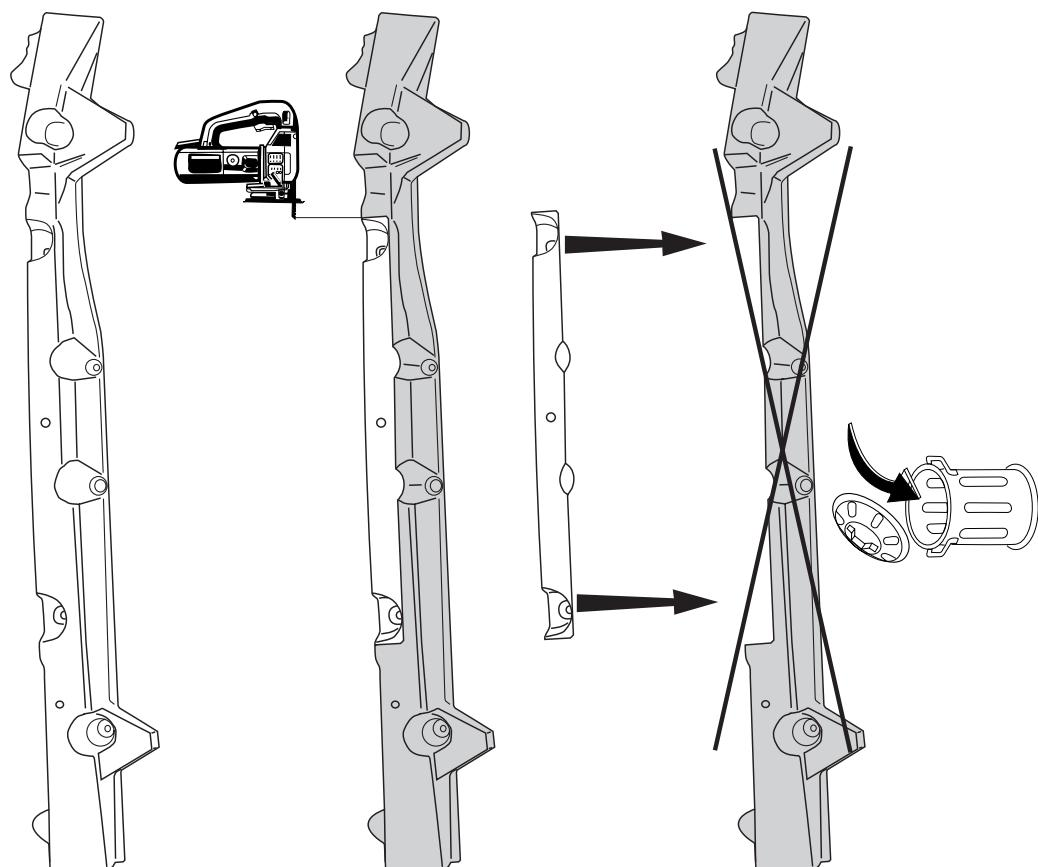

Fig.2
4. Saw a section out of the middle of the underside of the bumper inner fittings as shown in fig 2. (**Fusion**)
4. Auf der Unterseite der Stoßstange einen Teil aus der Mitte gemäß Abbildung 2 herausschneiden. (**Fusion**)
4. Sav en del ud af kofangerenstykke midt på undersiden if. fig 2.
4. Scier au centre de la partie inférieure la garniture du pare-chocs une partie correspondant à la figure 2. **(Fusion)**